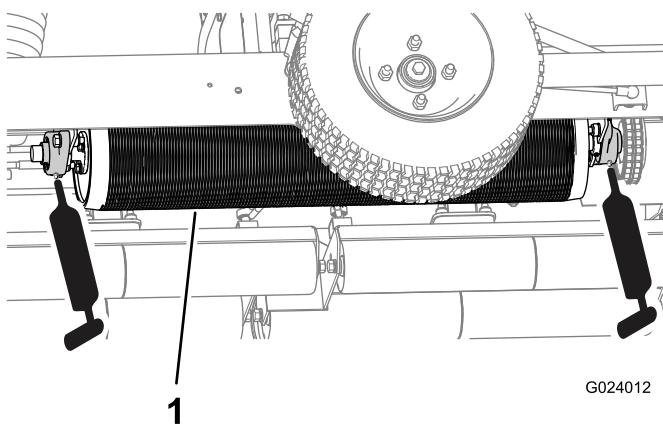
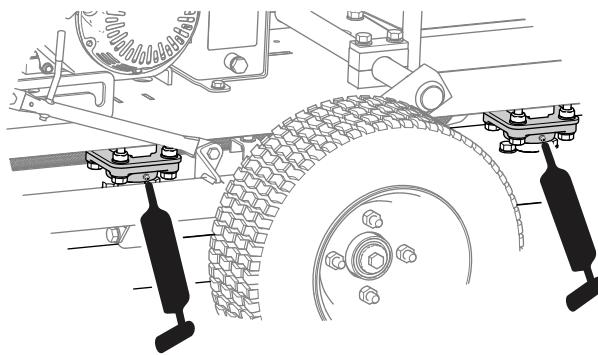

Bild 10
Bild 11
2. Pumpen Sie Schmiermittel in die Bereiche, wie in Bild 10 und Bild 11 abgebildet.